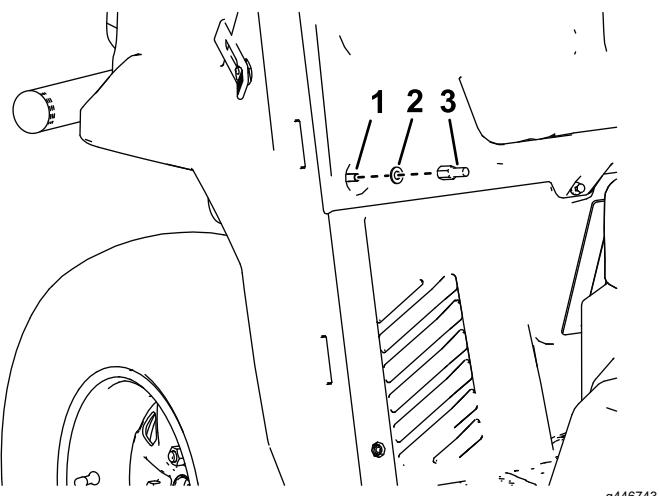

図11
6. スライカーボルトにドアストライカとワッシャ 5/16" を取り付ける図11。